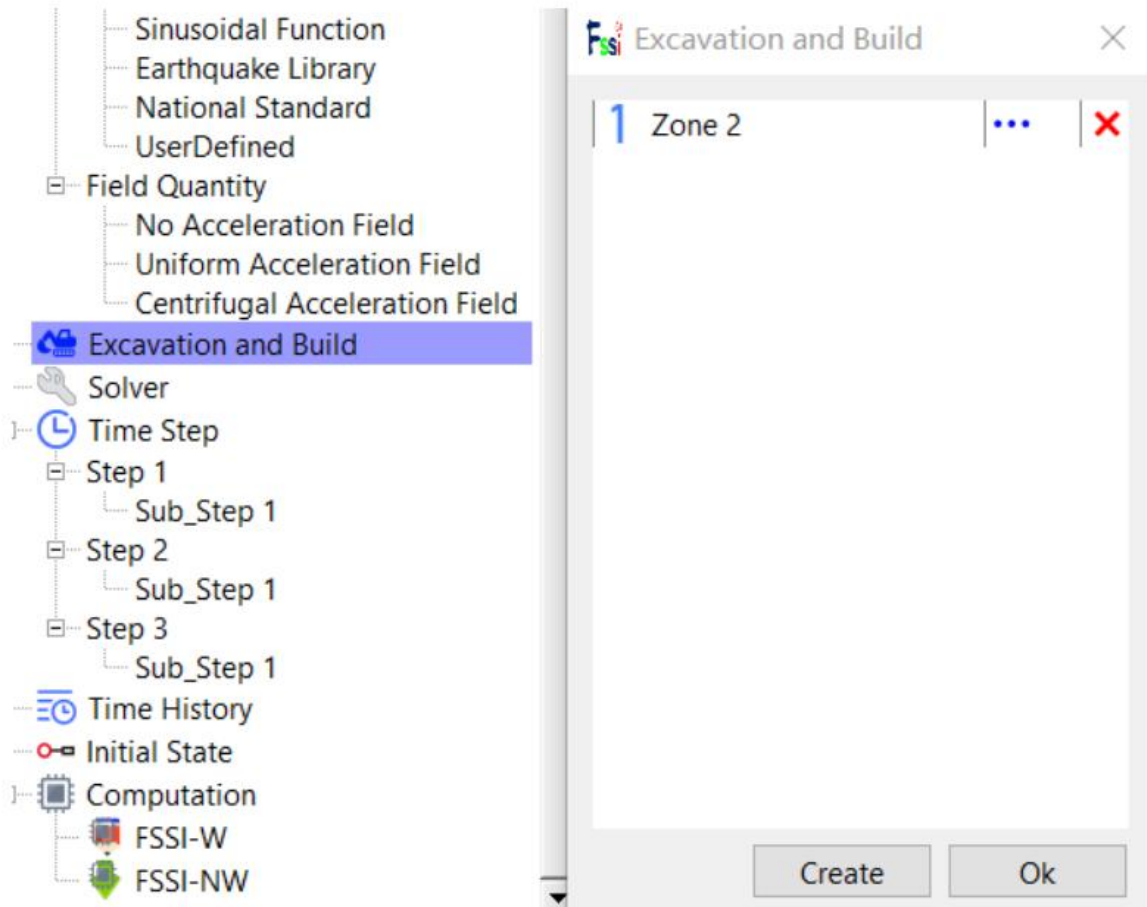

图 13-24 地基开挖
Step 2 中已设置开挖地基，Step 3 需重新确认，点击 ok，如图 13-24 所示。